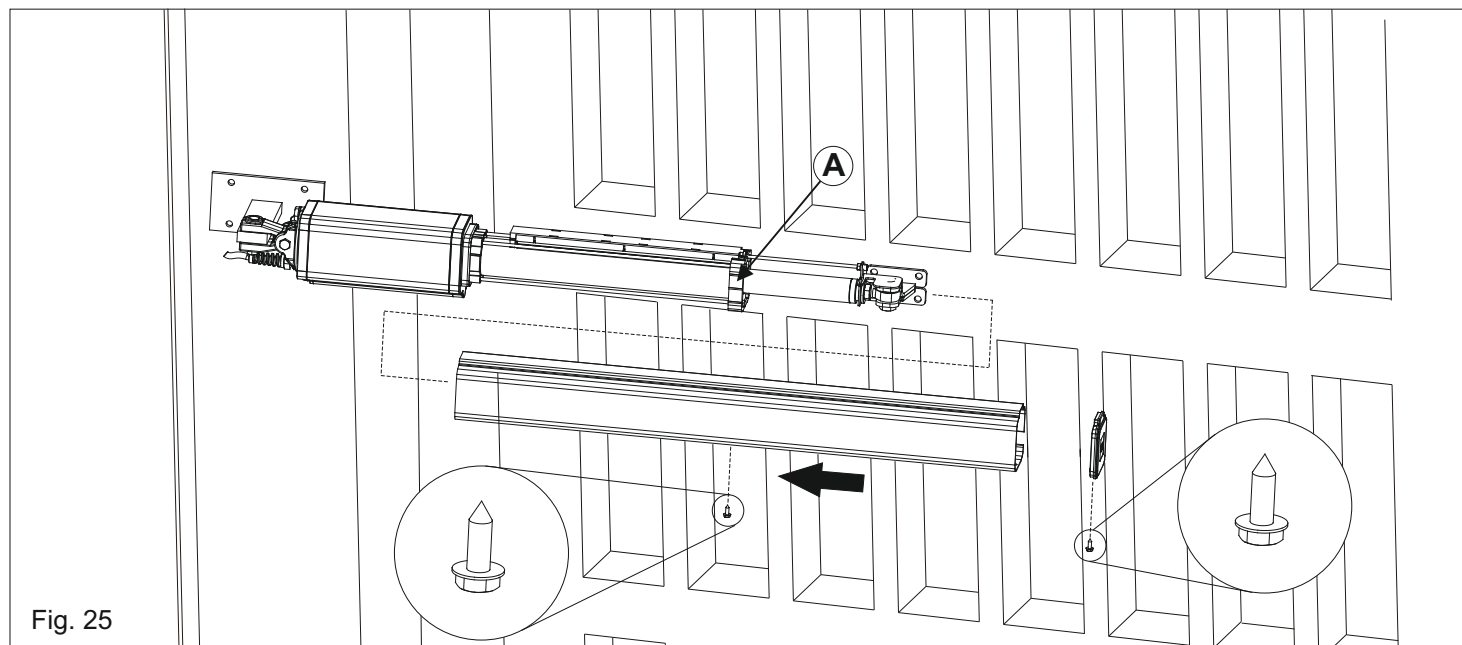

Fig. 25
Asegurarse de haber insertado el marco de plastico antivibración (A) antes de insertar la cubierta cubre pistón (Fig. 25).